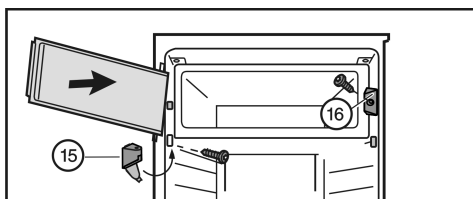

Fig. 8
- Montare l'elemento di Fig. 8 (16) chiusura.
- Montare il blocco di supporto Fig. 8 (15) e chiudere il coperchio.